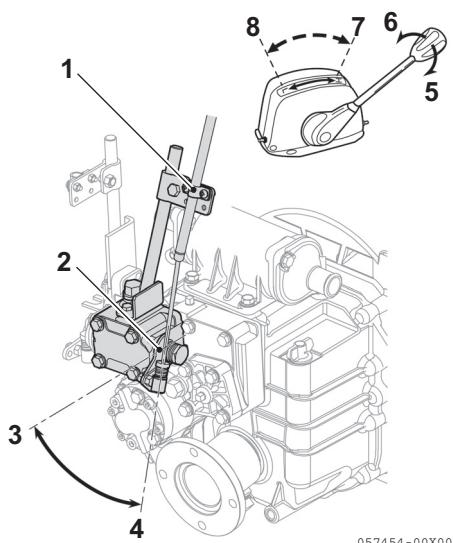

Figure 10
1. Veillez à ce que le levier de traîne (Figure 10, (2)) soit dans la position de haute vitesse (Figure 10, (4)) lorsque la poignée de commande à distance de traîne est en position de haute vitesse (Figure 10, (7)).
2. Veillez à ce que le levier de traîne soit dans la position de basse vitesse (Figure 10, (3)) lorsque la poignée de commande à distance de traîne est en position de basse vitesse (Figure 10, (8)).
3. Pour ajuster, desserrez la vis d'ajustement de la fixation de câble (Figure 10, (1)) et ajustez la position du câble.